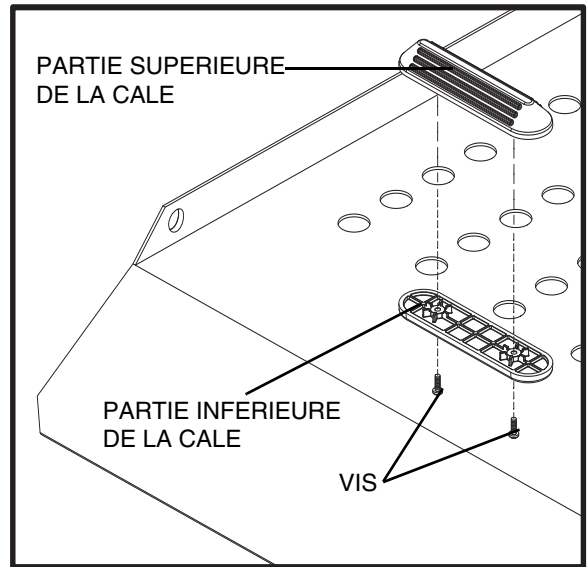

Figure 11. Installation des cales de roues
6. Positionnez la partie inférieure de la cale en dessous de la plateforme, alignez-la avec la partie supérieure de la cale placée sur le dessus de la plateforme. **Voir la figure 11.**
7. Fixez le cale avec les ferrures fournies. **Voir la figure 11.**